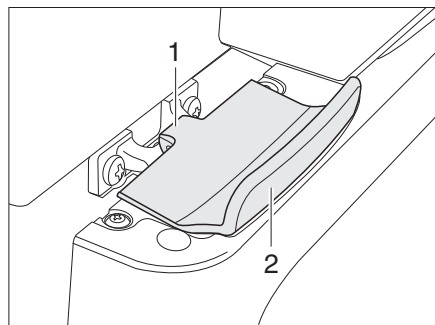

Bild 138 Verriegelung der Kühlschranktür, geschlossen (Thetford)
- Kühlschranktür am Griff (Bild 138,2) öffnen. Die Verriegelung (Bild 138,1) wird automatisch gelöst.